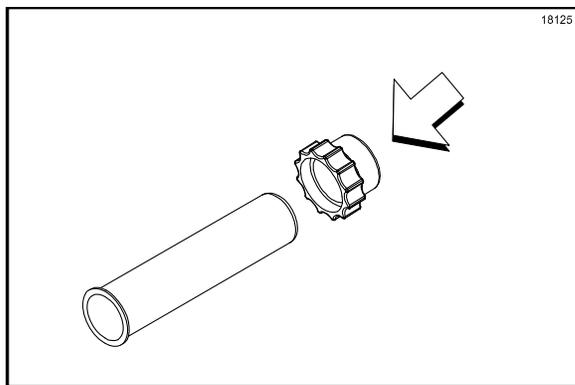

Figura 90
5. Instale la tuerca del émbolo en el tubo del émbolo. (Vea la figura 90).